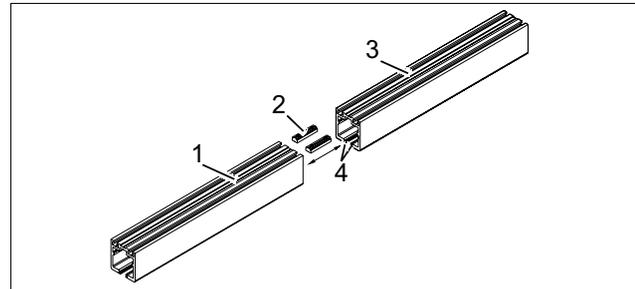

Abb. 4 Laufschiene zusammenstecken
2. Klemmstücke (Abb. 4/2) in die oberen Kanäle der Laufschiene (Abb. 4/1) einschieben.
3. Klemmstücke (Abb. 4/2) mit den Gewindestiften an der Oberseite fixieren.
4. Steckkerbstifte (4x) 20 mm in den unteren Kanal (Abb. 4/4) zur Hälfte einstecken.
6. Nächstes Laufschienelement (Abb. 4/3) mit dem Profilstoß an das bereits montierte Laufschienelement stecken. Dafür die Klemmstücke in die oberen Kanäle einführen.